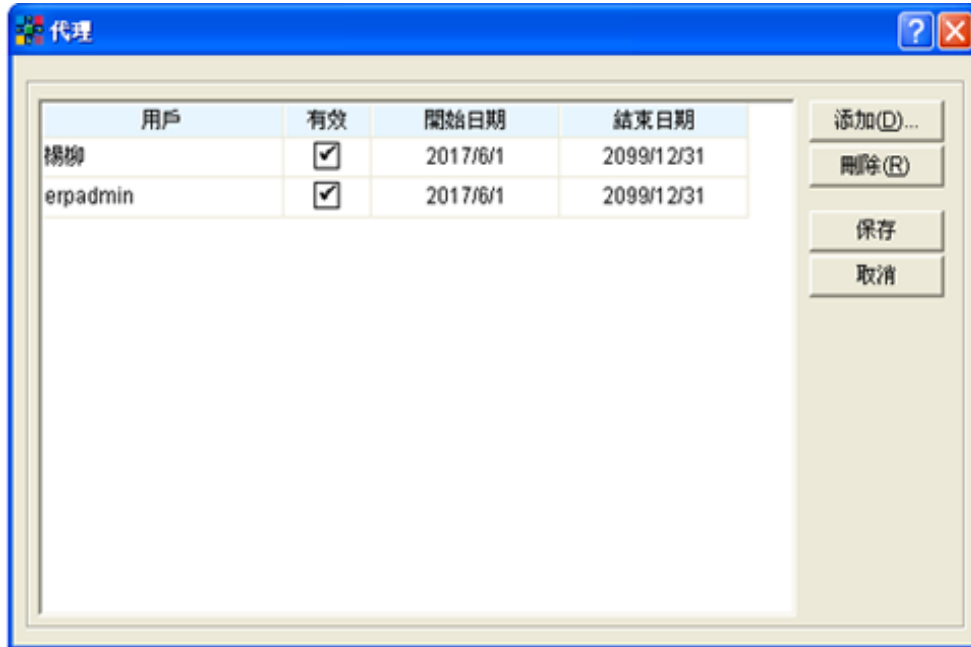

图 14
- 步骤二：系统会弹出代理窗口（见图 14），在图 14 中可通过点击“添加”按钮增加被代理的用户，并可设置代理的开始和结束日期（当超过结束日期时，代理权限自动取消）
**栏位说明（图 14）**
#### 按钮说明（图 14）